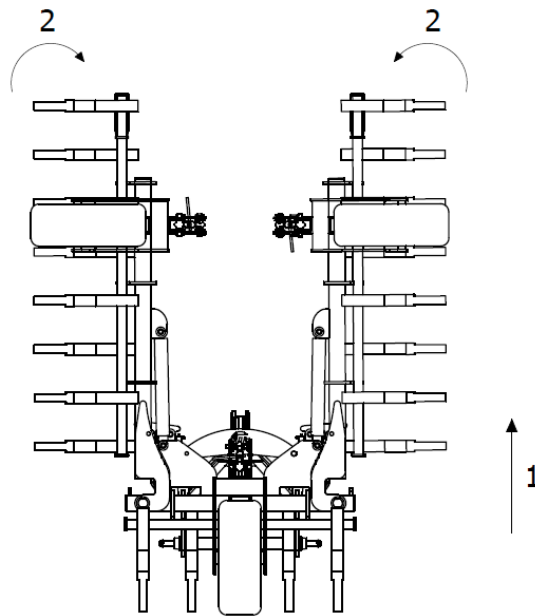

Fig. 4 Étapes du dépliage de la machine : 1 - machine levée au maximum, 2 - bras latéraux repliés en position « fermée ».
1. Commencer par lever la machine au maximum pour s'assurer que les bras pliables ne frappent le sol lors de l'opération (fig. 4).
2. Ensuite, replier les bras latéraux à la position « fermée » (pliée) à l'aide d'un système de verrouillage hydraulique afin de s'assurer que le verrouillage se déverrouillera et permettra ensuite de déplier les bras latéraux. Cette action est indispensable pendant chaque dépliage (« ouverture ») des bras de la machine (fig. 4).